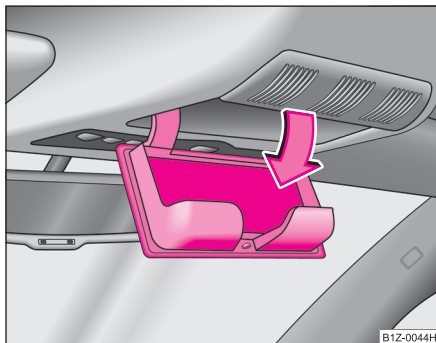

Fig. 83 Plafonul:
- Apăsați capacul compartimentului, compartimentul se va deschide ⇒ fig. 83.